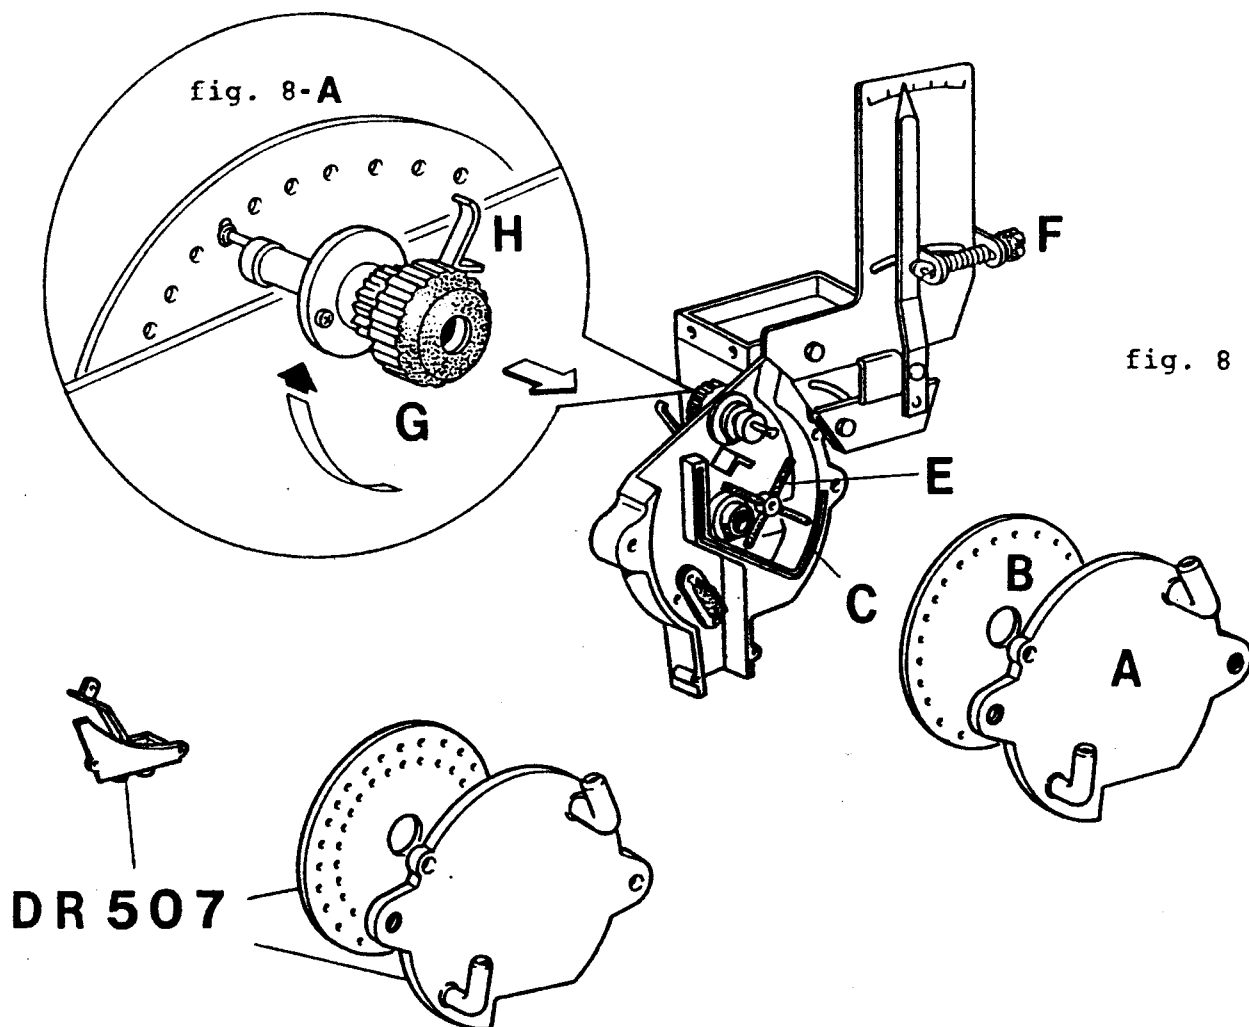
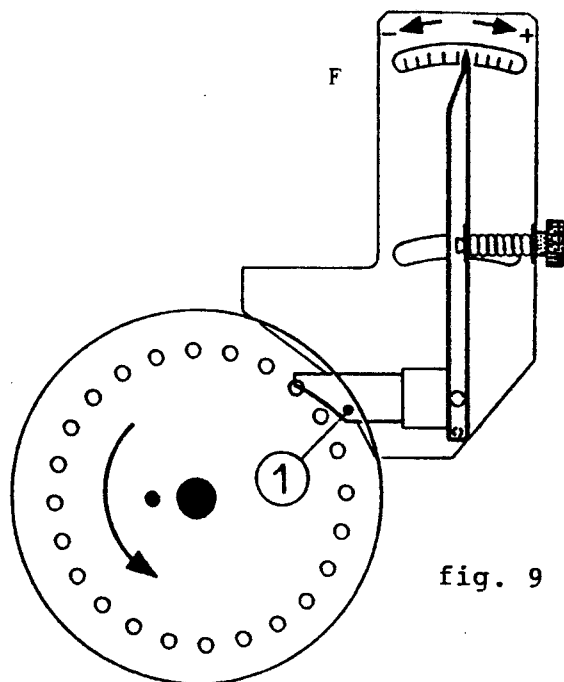

fig. 8
fig. 9
Para que el germen brote bien es importante colocar las semillas a la justa profundidad. Moviendo la manilla se varia la posición del alto de la reja, determinando la profundidad del surco en el cual se depositan las semillas (Fig. 8). El indice graduado sirve para regular todos los elementos sembradores a la misma profundidad sin indicar la profundidad en cms. Después de sembrar algunos metros, controlar la justa profundidad.
Il distributore pneumatico (fig.8) alloggia il disco di semina (B), opportunamente scelto in funzione del calibro e tipo di seme. L'aspirazione creata all'interno del distributore attira i semi sui fori del disco e li mantiene aderenti fino a pochi centimetri dal suolo prima di lasciarceli cadere.
The vacuum distributor (fig.8) is equipped with a seed plate, properly chosen according
Le distributeur pneumatic (fig.8) renferme le disque perfore qui pour assumer le transport des semences, doit être choisi en fonction du calibre et du type des graines. La dépression créée à l'intérieur du distributeur occasionne une aspiration des graines sur les trous du disque (B), et maintien les graines en position, avant de les relâcher pour qu'elles tombent dans le sol.
Der Säapparat (Bild 8) enthält die nach Samenart und Funktion ausgewählte Säscheibe. Durch den Saugdruck im Inneren des Apparates werden die Samenkörner an die Löcher der Säscheibe (B) angesaugt und bleiben da haften, um erst kurz vor dem Boden losgelassen zu werden.
El distribuidor neumático lleva el disco agujerado (B, fig.8) para la siembra, oportunamente elgido en función del calibre y tipo de la semilla. La aspiración que se produce en el interior del distribuidor arroja las semillas fuera del disco y las mantiene sujetas hasta pocos centímetros del suelo antes de soltarlas.
Il SELETTORE ECCENTRICO (G, fig.8/A) permette di ottenere un'ulteriore e più accurata selezione dei semi sul disco:
- posizione (0): tutto aperto
- posizione (5): tutto chiuso
Se il selettore eccentrico ostacolasse il passaggio di alcuni tipi di seme, si consiglia di escluderlo, tirando il pomello (G, fig.8) ed interponendo il distanziale (H); se necessario, togliere l'intero selettore.
IMPORTANTE! Per i semi di piccolo calibro, confettati o tondi, usare dischi di semina senza pioli, togliere l'agitatore (E) e mettere l'inserto (D, fig.8) nella sua sede nel distributore. Questo eviterà la rottura di semi.
The selector (F, fig.8 and 9) is equipped with a finger moving on a graduated scale. By moving the finger, the pointer (1) is operated with the function of dropping heaped up seeds. The selector must be adjusted at each change of seed and plate. For small seeds use lower numbers (-) and viceversa (+) for larger seeds.
EXCENTRIC SELECTOR. You will have the right adjustment when one seed only remains stuck to the hole. If this does not happen, you have to adjust also the excentric selector (G, fig.8/A), which allows to reach a finer seed selection. Adjustments:
Le sélecteur (F, fig.8 et 9) est équipé d'un doigt mobile sur une échelle graduée.
Der Abstreifer (F, Bild 8 und 9) hat einen entlang einer Skala beweglichen Zeiger. Durch Verschieben des Zeigers, betätigt man den Schieber (1), der die Löcher der Säscheiben dabei mehr oder weniger abdeckt und so den Abfall von überschüssig angesaugten Saatkörner bewirkt. Der Zeiger ist nach jedem Wechsel von Saatgut bzw. Säscheiben neu einzustellen: in Richtung niedriger Zahlen (-) auf der Skala für kleine Samen und umgekehrt in Richtung höherer Zahlen (+) für grössere Samen.
El selector (F) (Fig. 8) lleva un índice móvil con una escala graduada. Moviendo el índice se manda un cursor que roza el disco cerca de los agujeros, provocando la caída de las semillas aspiradas en exceso. El selector se regula a cada cambio de semillas y disco, hacia los números bajos (-) para semillas pequeñas y viceversa (+) para semillas grandes (Fig.9).
SELECTOR EXCENTRICO (G, Fig.8/A).